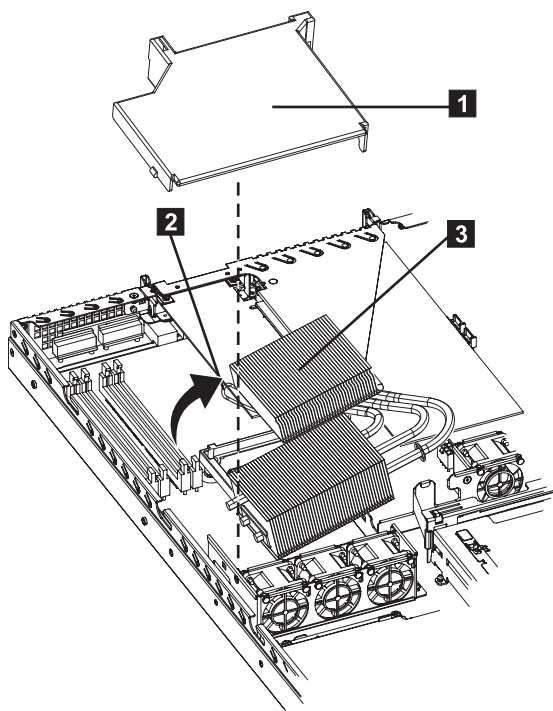

図 254. SAN ボリューム・コントローラー 2145-8A4 のエア・バッフルと熱交換器アセンブリー
5. エア・バッフル (図 254 の **1**) を取り外します。エア・バッフルの左端および右端の背面隅をつかみ、持ち上げてノードから取り外します。
6. 熱交換器アセンブリーの解放ラッチ (図 254 の **2**) を開いて、完全に開いた位置にします。
7. 熱交換器アセンブリー (図 254 の **3**) のノードの中央に近い方の側面を持ち上げて、ノードの中央方向に少しスライドさせ、アセンブリー全体を持ち上げてノードから取り出します。